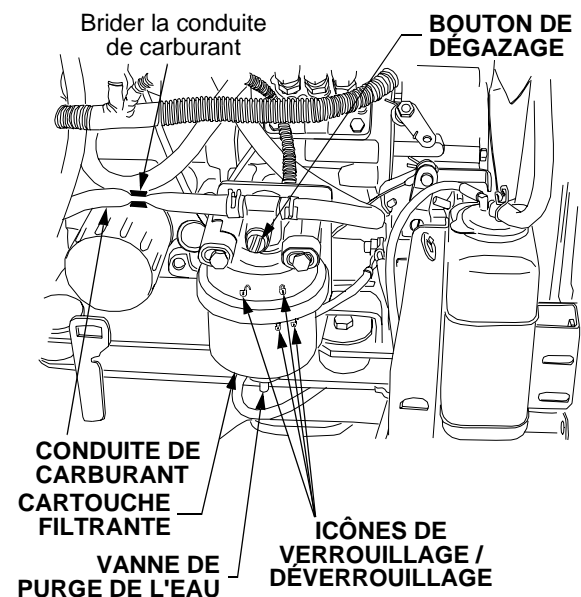

Figure 60
- Tournez doucement le bouton de dégazage en sens inverse des aiguilles d'une montre jusqu'à ce que le gazole commence à couler autour du bouton. Voir la Figure 60.
- Pincez la conduite de carburant juste derrière le filtre à carburant. Voir la Figure 60.
- Imprimez env. $\frac{1}{4}$ de tour au filtre en sens inverse des aiguilles d'une montre (en regardant par-dessous), ceci pour aligner entre elles les icônes de déverrouillage. Voir la Figure 60.
- Tournez doucement le bouton de dégazage en sens inverse des aiguilles d'une montre jusqu'à ce que le gazole commence à suinter autour du bouton de dégazage. Tournez le bouton de dégazage dans le sens des aiguilles d'une montre pour le revisser. Voir la Figure 60.